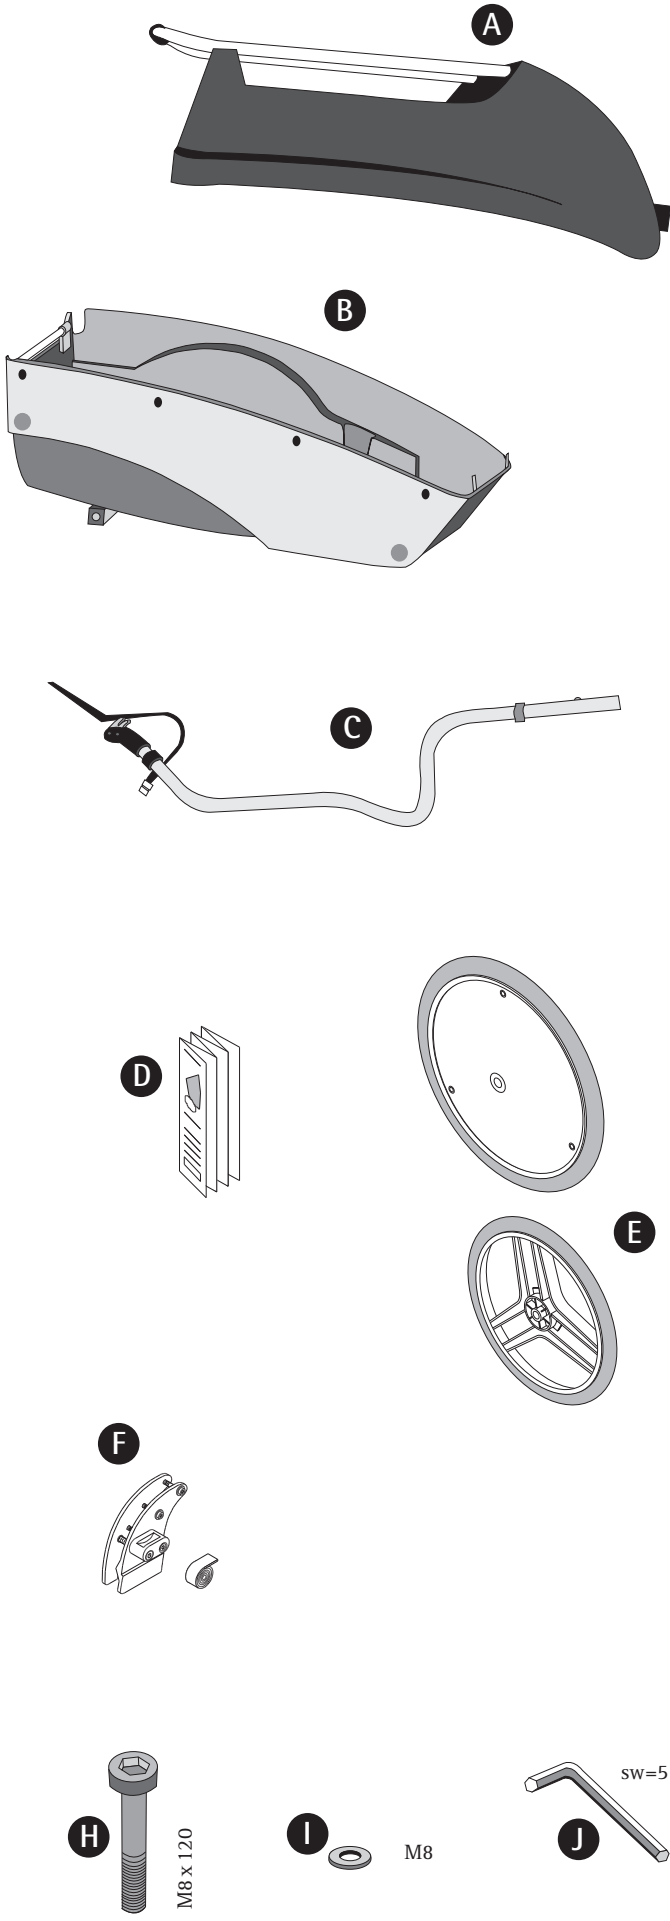

Abb. 2
- 4 Das Chassis und das Dach sind nun vorbereitet und lassen sich einfach via vormontierte Scharnierwinkel zusammensetzen. Achten Sie darauf, dass die Snap-Buttons sauber einrasten. Die mitgelieferten Räder (H) lassen sich jetzt leicht montieren. Benutzen Sie hierfür die dazugehörigen Schrauben M8 x 120 (N) mit Unterlagscheibe (O), sowie den dafür vorgesehenen Schlüssel (M).
- 5 Jetzt haben Sie die Möglichkeit, bei geöffnetem Heck, den Stossbügel (A) durch die vorgesehenen Löcher einzusetzen. Lassen Sie auch hier die Snap-Buttons gut hörbar einrasten.
- 6 Nehmen Sie das mitgelieferte Fähnchen (I) und montieren Sie es auf der linken Seite des Stossbügels mit der dafür vorgesehenen Halterung.
- 7 Die mitgelieferte Deichsel (D) lässt sich nun einfach in die vormontierte Deichselaufnahme einführen. Lassen Sie den Snap-Button gut hörbar einrasten und schliessen Sie den Schnellspanner. (Abb. 2)
## Lieferumfang (Abb. 2)
Um ein Überkippen des Daches zu vermeiden, muss der Begrenzungsgurt in der vormontierten Zurrlasche befestigt werden. (Abb. 2)
- 3 Um ein Überkippen des Daches zu vermeiden, muss der Begrenzungsgurt in der vormontierten Zurrlasche befestigt werden. (Abb. 2)